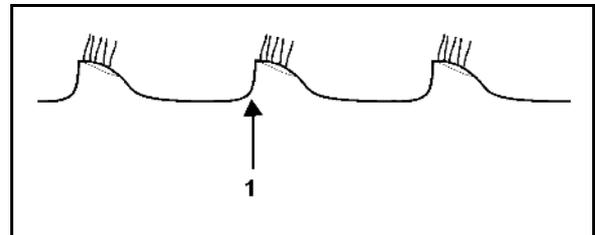

Fig. 49
Dafür stehen 6 Steckplätze zur Verfügung (Fig. 49).
3. Klappstecker (Fig. 49/1) lösen.
4. Excenterbolzen (Fig. 49/2) in den gewünschten Steckplatz stecken.
Ein Vorzugsabsteckplatz ist mit einem Pfeil (Fig. 49/3) markiert.